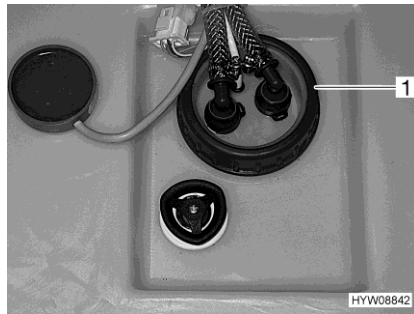

Fig. 140 Ouverture de nettoyage (réservoir d'eau)
- Enlever le couvercle de fermeture (Fig. 140,1) du réservoir d'eau.